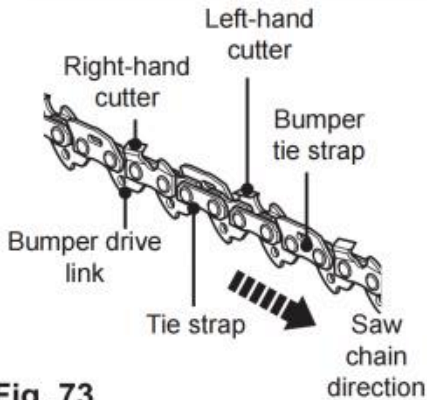

Fig. 73
2. Het hoogteverschil tussen de tand en de nok is de snede diepte. Bij het slijpen van de zaagketting (C12) moet u rekening houden de volgende punten (Afb. 73).